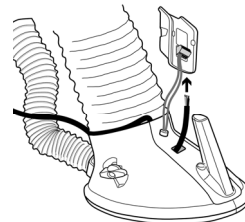

Fig.10
5) 穴にケーブルを通し、スポットライトの端子台に配線してください。(Fig.10)